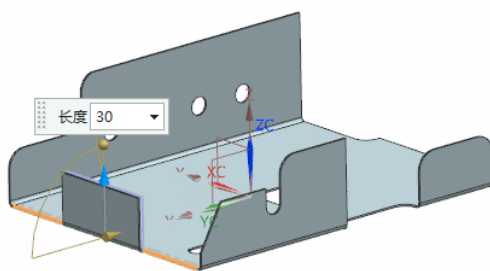

图 5-57 选择弯边
(6) 设置“宽度选项”为在中心，“宽度”为60，“长度”为30，“角度”为90，“参考长度”为“外部”，“内嵌”为“折弯外侧”，在“折弯止裂口”和“拐角止裂口”下拉列表框中选择“无”。
(7) 选择弯边，同时在视图区预览显示所创建的弯边，如图5-57所示。